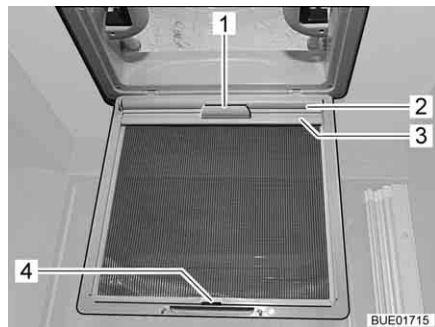

Fig. 131 Persiana oscurecedora enrollable
- Extraer la persiana oscurecedora enrollable (Fig. 131,2) por el tirador (Fig. 131,1) y enganchar el listón de sujeción (Fig. 131,3) en el gancho (Fig. 131,4) en la protección contra insectos.
- Desenganchar el listón de sujeción (Fig. 131,3) del gancho (Fig. 131,4) y regresar la persiana oscurecedora enrollable (Fig. 131,2) lentamente por el tirador (Fig. 131,1).